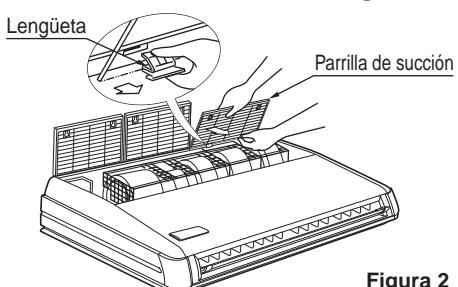

Figura 2
- Teniendo la parrilla de la succión abierta, retire la parrilla de la succión jalando hacia adelante, agarrando las lengüetas posteriores ($\times 2$) de la parrilla de la succión. (Vea la Figura 2)